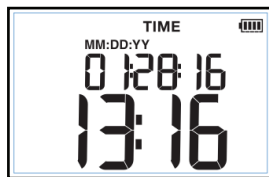

Figure 5. Date et heure
1. Appuyez sur **SETUP** jusqu'à ce que **TIME (DATE ET HEURE)** s'affiche à l'écran. Voir la Figure 5.